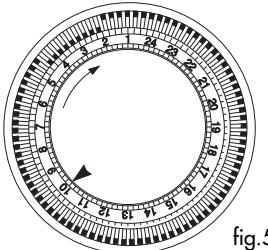

fig.5
- Se hvad klokken er på et ur. Hvis vi går ud fra, at klokken er 10, skal man dreje programmeringsanordningens nummererede skive med uret, indtil den står på 10 og man ser referencen ▲ på programmeringsanordningen (fig.5).